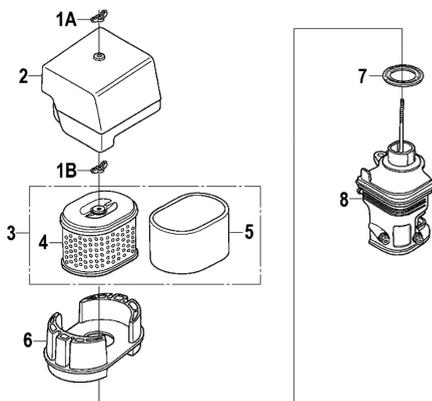

Рис. 19 Обслуживание воздушного фильтра
1. Открутите барашковую гайку 1А и снимите крышку 2 воздушного фильтра (Рис. 19).
2. Открутите барашковую гайку 1В и извлеките из корпуса воздушный фильтр 3 в сборе (Рис. 19).
3. Проверьте целостность и чистоту фильтрующих элементов. Поролоновый (предварительный) фильтрующий элемент 5 установлен на корпусе бумажного фильтрующего элемента 4 (Рис. 19).
4. При незначительном загрязнении промойте поролоновый фильтрующий элемент 5 (Рис. 19) теплым мыльным раствором и просушите. Поврежденный или сильно загрязненный поролоновый фильтрующий элемент замените.
6. Произведите очистку опоры 6, основания 8 и крышки 2 воздушного фильтра, не допуская попадания грязи в воздухопровод, ведущий к карбюратору. (Рис. 19).
7. Перед установкой воздушного фильтра убедитесь, что уплотнительное кольцо 7 воздушного фильтра находится на месте и не имеет повреждений (Рис. 19).